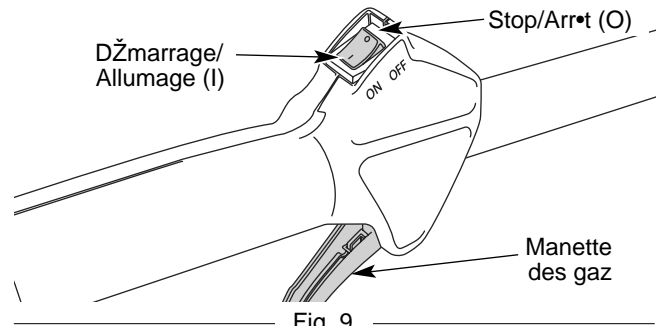

Fig. 9
REMARQUE : Il n'est pas n cessaire de faire d marrer la machine. La commande On/Off (Arr t/Marche) est en position ON (I) en permanence (Fig. 9).
2. Appuyez sur la commande Marche/Arr t Stop et maintenez-la en position ARR T(O) jusqu'  ce que le moteur s'arr te compl tement (Fig. 9).